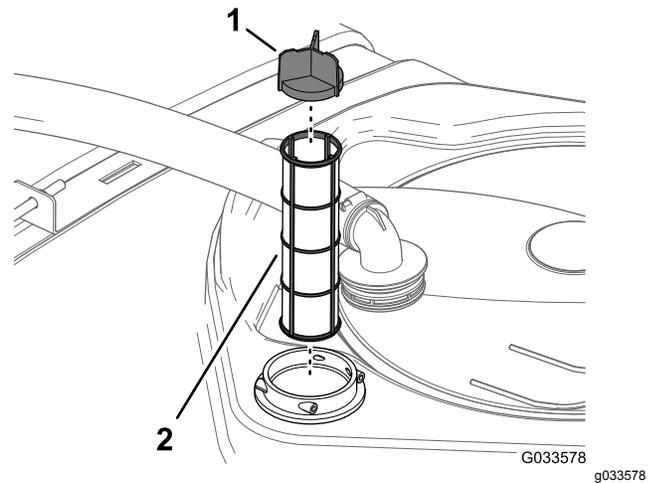

**Figura 53**
2. En la parte superior del depósito de fumigación, retire la horquilla de retención que sujeta el acoplamiento que está conectado a la manguera grande y al alojamiento del filtro (Figura 53).
3. Retire la manguera y el acoplamiento del alojamiento del filtro (Figura 53).